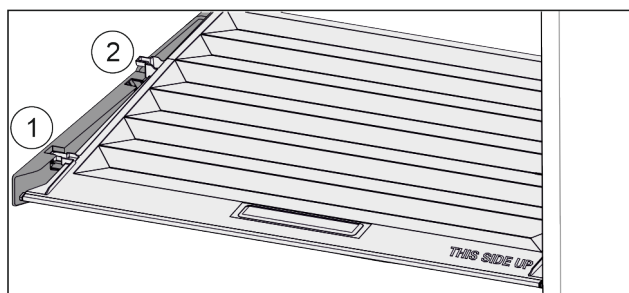

Fig. 124
- Pokrov povlecite naprej Fig. 124 (1) do odprtine v držalnih delih.
- Zadaj ga od spodaj dvignite in odstranite Fig. 124 (2) navzgor.